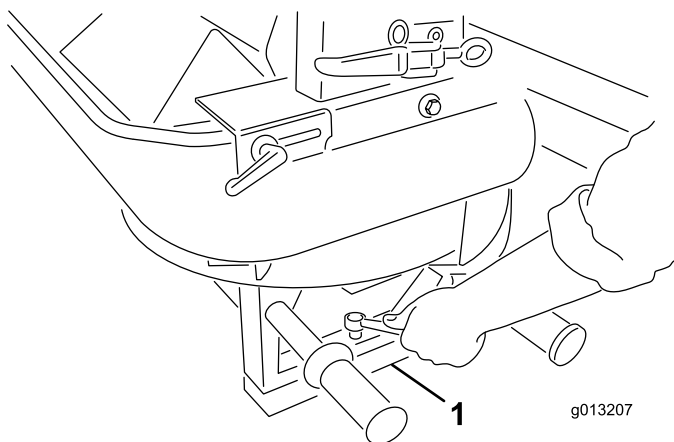

Figura 6
5. Retire los cuatro tornillos de las patas del doble rotor. Con la ayuda de otra persona, levante el doble rotor y retire los espárragos y la gomaespuma de transporte (Figura 6).